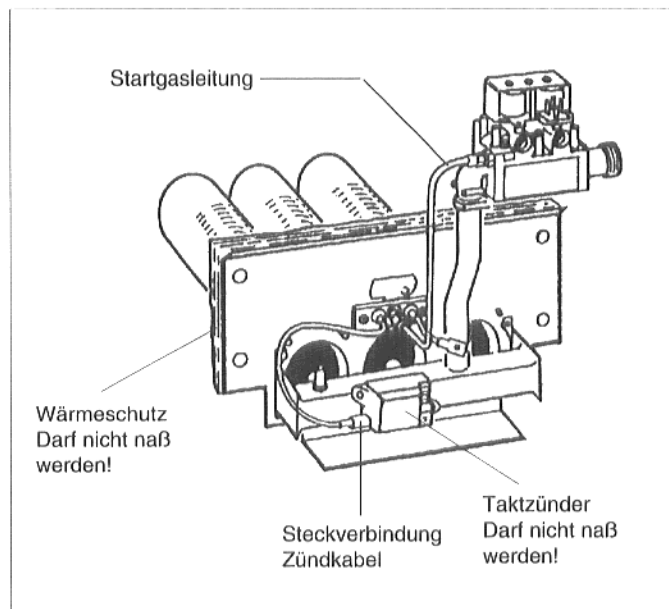

Abb. 42: Gasbrenner
- Steckverbindung des Zündkabels am Taktzünder lösen (Abb. 42).
- Startgasleitung am Startbrenner lösen (Abb. 42).
- Die beiden Schrauben am Startbrenner lösen und Startbrenner vorsichtig herausziehen (Abb. 42).
- Brennerstäbe in Wasser mit Reinigungsmittel tauchen und abbürsten. Dabei darauf achten, daß der Wärmeschutz am Brennerschild und der Taktzünder nicht naß werden! Taktzünder gegebenenfalls abschrauben (Abb. 42).